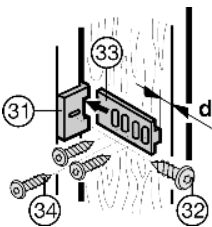

Fig. 19
- ▶ Deurkoppeldeel *Fig. 19 (31)* met schroef *Fig. 19 (32)* monteren, daarbij letten op de positie van de deurgreep.
- ▶ deurkoppelingsrails *Fig. 19 (33)* inschuiven en de kastdeur met schroeven *Fig. 19 (34)* vastschroeven. Daarbij afstand *d* (wanddikte van de keukenkast) aanhouden.